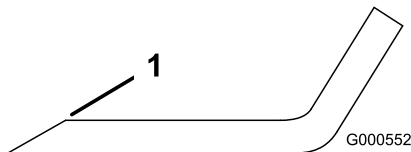

Figura 77
1. Utilice una lima para afilar el filo de corte en ambos extremos de la cuchilla (Figura 77).
Nota: Si la cuchilla no está equilibrada, rebaje algo el metal en la parte de la vela solamente (Figura 77).